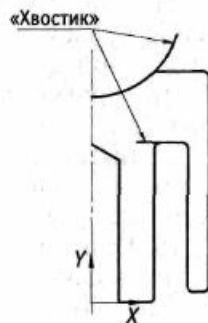

Рис. 7.15. Эскиз основания направляющего цилиндра
4. Отредактируйте чертеж направляющего цилиндра так, чтобы он стал пригодным для эскиза основания модели. Совместите с началом координат одну из характерных точек будущей модели (рис. 7.15).